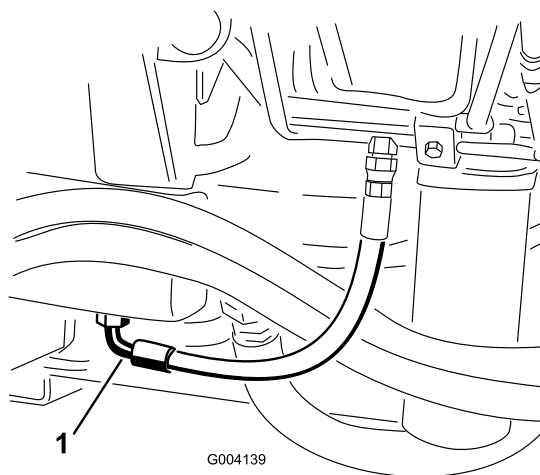

Рисунок 70
2. Установите большой сливной поддон под шланг, расположенный в нижней части бака с гидравлической жидкостью (Рисунок 70).